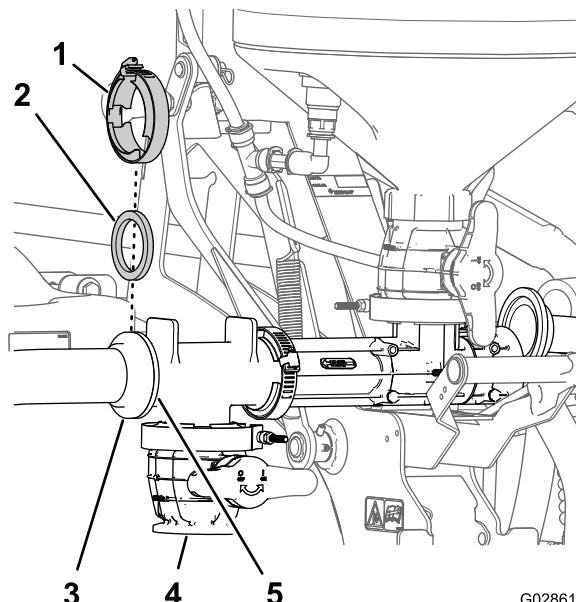

图 24
3. 将药缸软管的凸缘接头与 T 形排放接头的前凸缘对齐图 24。
4. 用垫片和凸缘夹具将药缸软管固定到 T 形接头上图 24。
5. 升起和降下清洁加药器确保药缸软管不会卡在打药机的其他零件上图 24。